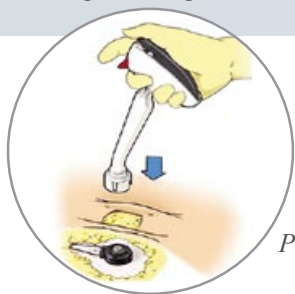

Рисунок 12a
- Расположите приемную часть аппликатора поверх инъекционного порта Velocity, убедившись, что индикатор направляющих пазов и направляющие пазы совмещены с корпусом соединительной трубки. Опустите аппликатор на инъекционный порт таким образом, чтобы порт полностью вошел в приемную часть аппликатора (при этом он остается присоединенным к апоневрозу) Рисунок 12a.